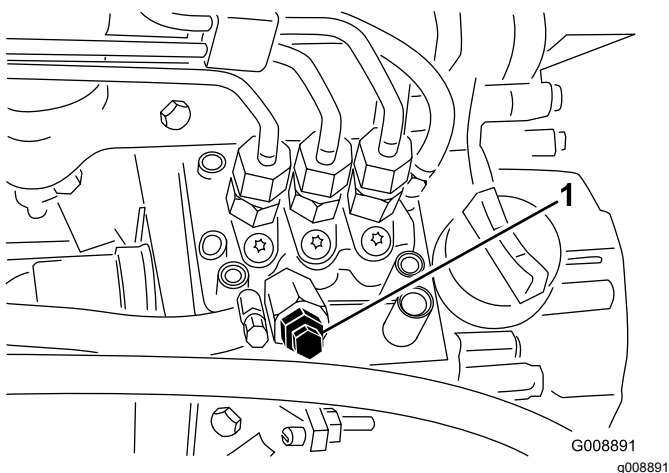

Figure 45
4. Desserrez la vis de purge sur la pompe d'injection (Figure 45).